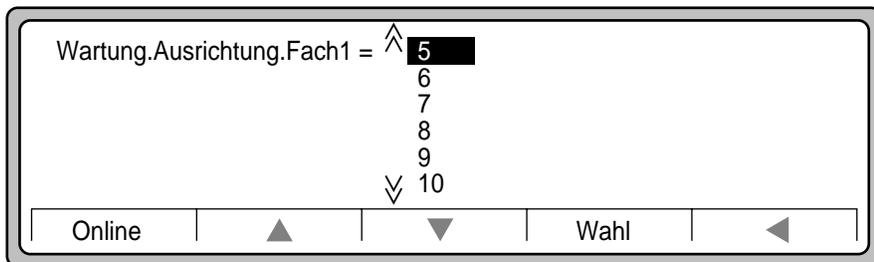

Abbildung 2-105 Werte für Fach 1
2. Drücken Sie den **Aufwärtspeil** oder den **Abwärtspeil**, um den **neuen Wert** für Fach 1 hervorzuheben, den Sie auf dem Blatt "Simplex feed alignment ruler" berechnet haben. Der Auswahlbereich geht von -25 bis +25 (nicht für Duplex). Siehe Abbildung 2-105.